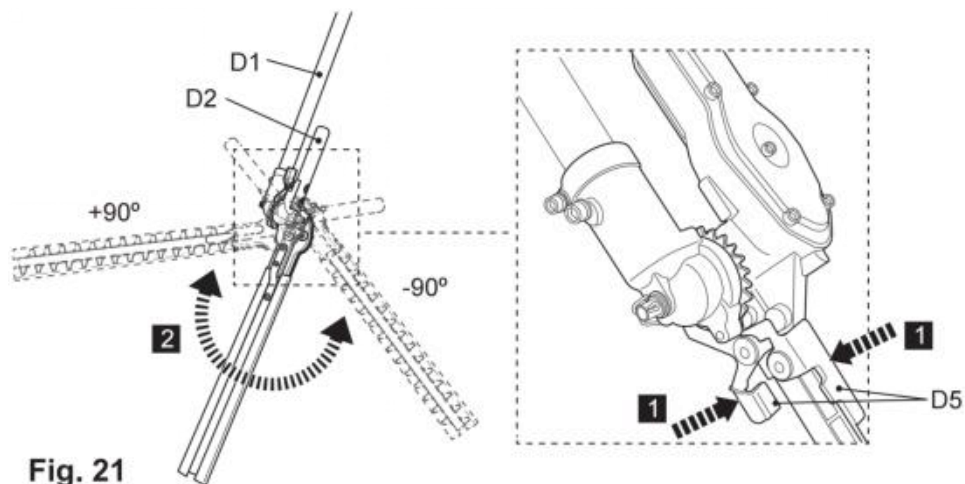

Fig. 21
5) Naciśnij dźwignie odblokowujące (D5), aby rozłączyć układ zębów (D6) i ustawić głowicę ostrza w żądanej pozycji (Rys. 21).